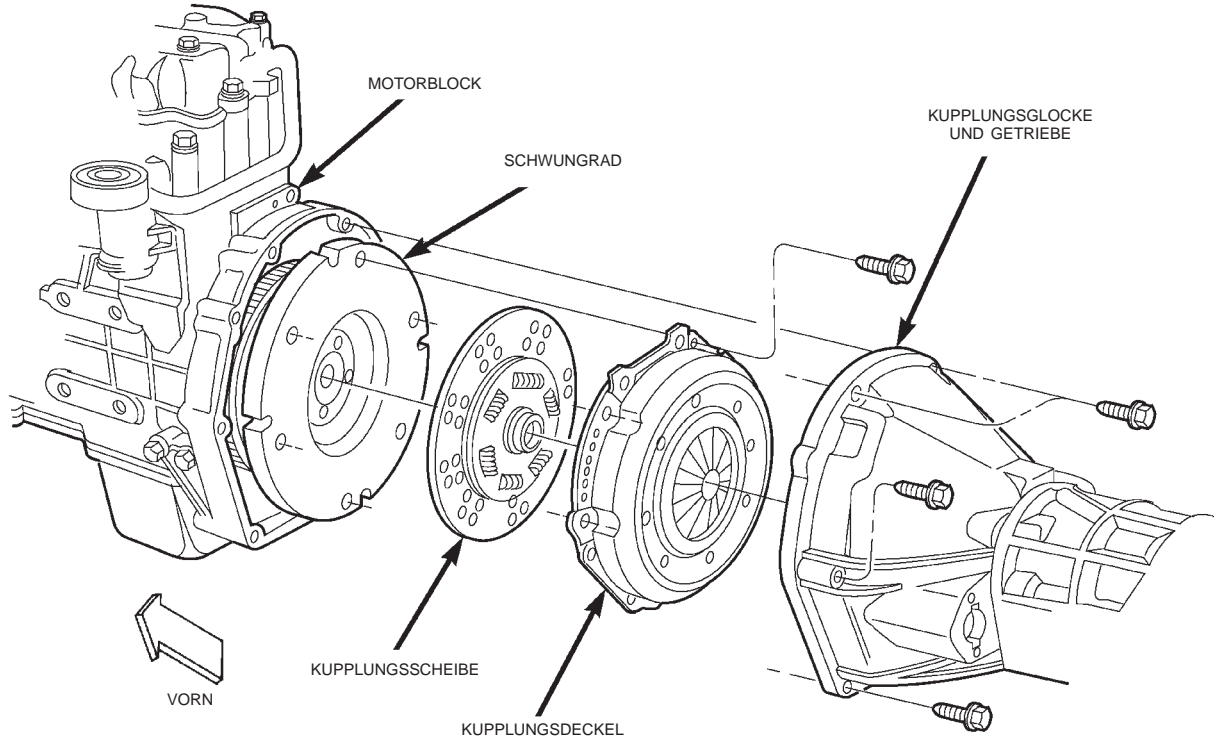

Abb. 10 Befestigung des Getriebes am Motor
2. Das Getriebe in das Fahrzeug einbauen (Abb. 10).